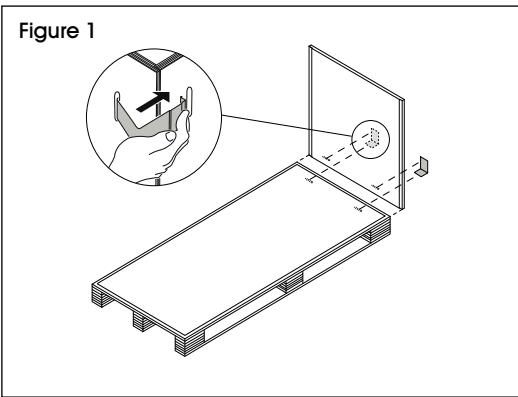

Figure 1
1. Attach end to base with clips. (See Figure 1)
- Fixez une extrémité à la base à l'aide d'attaches. (Voir Figure 1)